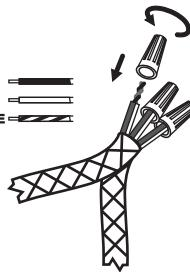

Рис. 12
3.12. Соединить провода ЭПС с проводом из стены с помощью изолирующих колпачков (входят в комплект поставки) и скрутить их (рис. 12).